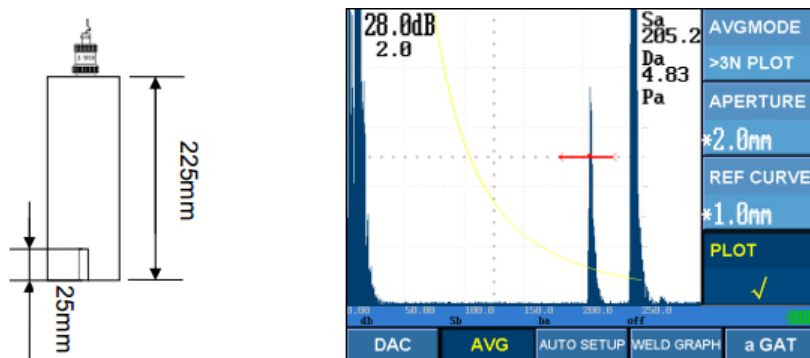

Abb. 16 Erstellung AVG Kurve
1. Prüfkopf mit Koppelgel auf den Kalibrierkörper aufsetzen (s. Abb. 16).